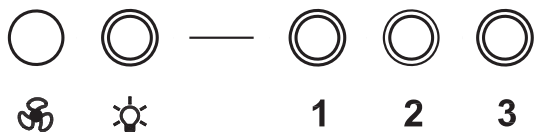

РИС. 12
7.2.2 Кнопочный переключатель (рис. 12) с лампой индикации имеет четыре кнопки с фиксацией.